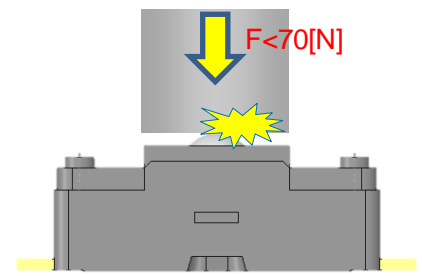

図 6. HFD-500S への衝撃
- ・本センサの受圧子(球体)には、70[N]以上の衝撃が加わらないような構造にしてください。(図 6)